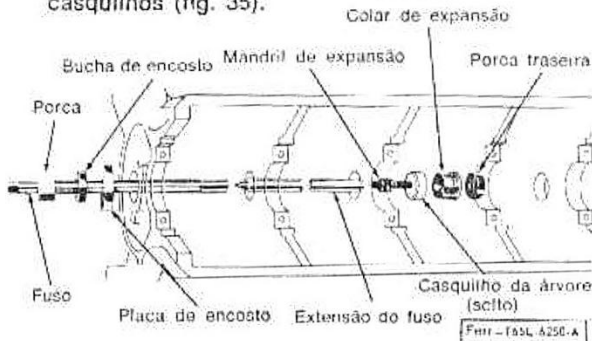

fig. 35 — substituição dos casquilhos da árvore comando de válvulas
2. Retirar o tampão do orifício do mancal traseiro da árvore de comando de válvulas. Retirar os casquilhos (fig. 35).
4. Montar o fuso do extrator e extensão (se for necessário) conforme mostrado na fig. 35 e instalá-los no mandril de expansão. Enrolar um pano na rosca do fuso para proteger os mancais dianteiros. Apertar a porca do fuso contra a luva de encosto e placa do extrator para retirar o casquilho. Segurar com uma chave a extremidade do fuso, para evitar que ele gire.
1. Posicionar o casquilho novo no alojamento com os orifícios de lubrificação alinhados. Introduzir o casquilho no alojamento utilizando a ferramenta mostrada na fig. 35. A placa do extrator e a porca do fuso devem estar centralizados, para evitar danos ao casquilho. Repetir o procedimento para cada casquilho. **Certificar-se que o casquilho dianteiro está instalado à distância especificada da face frontal do bloco (fig. 36).**
28. Retirar o tampão do orifício do mancal traseiro. Retirar os casquilhos dos mancais da árvore de comando de válvulas (fig. 35).
3. Colocar os casquilhos da árvore de comando de válvulas nos alojamentos do bloco, com os furos de lubrificação alinhados, utilizando a ferramenta mostrada na fig. 35. **Certificar-se de que o casquilho dianteiro da árvore de comando de válvulas está instalado à distância especificada da face frontal do bloco do motor (fig. 36).**